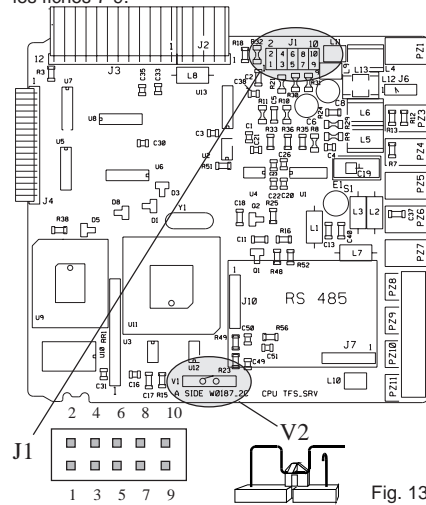

Fig. 13
- 2) Préparer le contact interne V2 sur la position ouverte (voir fig. 13).